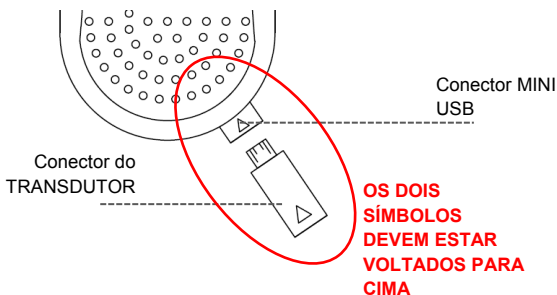

Figura 6 - Conexão do Transdutor
- Conecte o PLUG do TRANSDUTOR na entrada MINI USB da UNIDADE PRINCIPAL, seguindo a orientação visual conforme indicado na **Figura 6**.